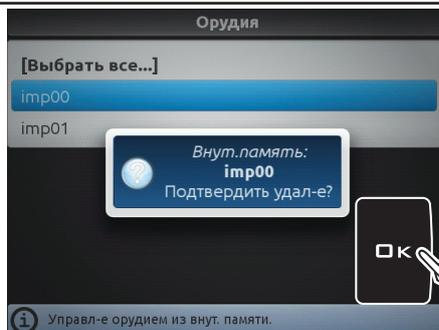

Рис. 240
- Сообщение, как на Рис. 240, появится на дисплее: подтвердите удаление, нажимая **OK**.